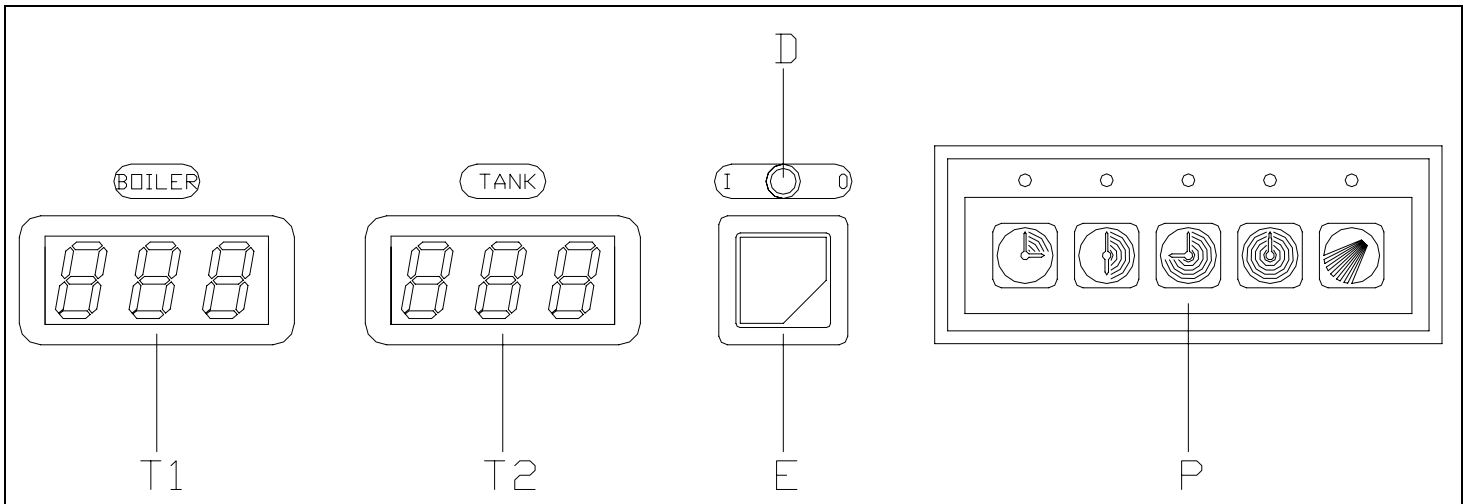

Fig. 3-2
- A raggiungimento delle temperature aprire la porta, posizionare il cesto e richiudere la porta. Selezionare il programma di lavaggio desiderato agendo sulla pulsantiera (P). Il programma prescelto sarà visualizzato dall'accensione di un led luminoso posto sopra il pulsante corrispondente, lo spegnimento di detto led luminoso corrisponde al termine del ciclo di lavaggio. Per spegnere la macchina si dovrà disinserire l'interruttore (E) portandolo nella posizione 0, spia (D) spenta. (fig.3-2)
- When the temperatures have been reached, open the door, place the basket in position and close the door. Select the washing programme required by means of the push button panel (P). The selected programme will be shown by the illumination of a led over the corresponding push button. When the led light goes out, the washing cycle is over. To turn off the appliance, turn switch (E) to the 0 position; warning light (D) will go out. (fig.3-2)
- Beim Erreichen der Temperatur die Tür öffnen, den Korb einschieben und die Tür wieder schließen. Mit der Taste (P) das gewünschte Spülprogramm wählen. Das Aufleuchten der Kontrolllampe über der entsprechenden Taste zeigt das gewählte Programm an. Die Kontrolllampe erlischt am Ende des Spülvorgangs. Zum Ausschalten der Maschine den Schalter (E) auf 0 stellen. Die Kontrolllampe (D) schaltet aus. (fig.3-2)
- Une fois que les températures d'exercice ont été atteintes, ouvrir la porte, installer le panier et refermer la porte. Sélectionner le programme de lavage désiré sur le clavier à boutons-poussoirs. Le programme choisi sera signalé par un voyant lumineux au-dessus du programme correspondant qui s'éteindra une fois le programme de lavage terminé. Pour éteindre la machine, il faudra fermer l'interrupteur (E) en le mettant sur la position "ARRET" (0), voyant (D) éteint. (fig.3-2)
- Cuando se alcancen las temperaturas prefijadas, abra la puerta, coloque el cesto y cierre la puerta. Seleccione el ciclo de lavado utilizando la caja de pulsadores (P). Un led luminoso ubicado sobre el pulsador correspondiente indicará el programa escogido por Vd. Cuando este led se apague el ciclo de lavado estará terminado. Para apagar la máquina, desconecte el interruptor (E) poniéndolo en la posición 0, con piloto (E) apagado. (fig.3-2)
- Alcançada a temperatura ideal, abrir a porta, posicionar o cesto e fechar a porta. Selecionar o programa de lavagem desejado acionando o botão (P). O programa escolhido será indicado através de uma luz (led) posicionada acima do botão. Ao apagar-se a dita luz, é sinal que o ciclo de lavagem está terminado. Para desligar a máquina girar o interruptor (E) até a posição 0, luz (D) apagada. (fig.3-2)
3.1.3 (IT-CH) SCARICO VASCA - (GB-IE) TANK DRAINAGE - (DE-AT-CH) ABLAUF DES TANKS - (FR-BE) VIDANGE DE LA CUVE - (ES) DESCARGA DE LA CUBA - (PT) DESCARGA DA CUBA